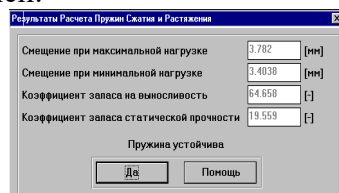

Рисунок 4 Окно просмотра дополнительных результатов.
- **Коэффициент запаса на выносливость и коэффициент запаса статической прочности** вычисляются при проверочном расчете. Просмотреть их можно выбрав кнопку **Еще** в диалоговом окне **Результаты...** (Рисунок 4). При проектировочном расчете этот раздел отключен.